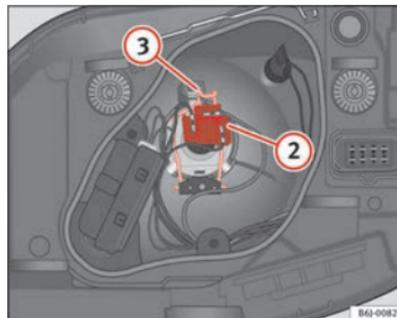

Fig. 143 Médios / máximos farol simples
- Retirar o conector ⇒ página 232, fig. 143 ② da lâmpada.
- Desengate a mola de fixação ⇒ página 232, fig. 143 ③ premindo-a para dentro e para a direita.